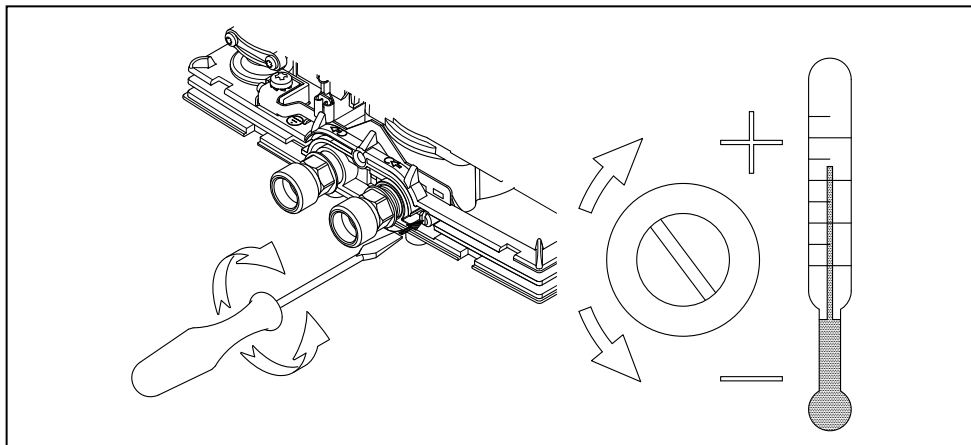
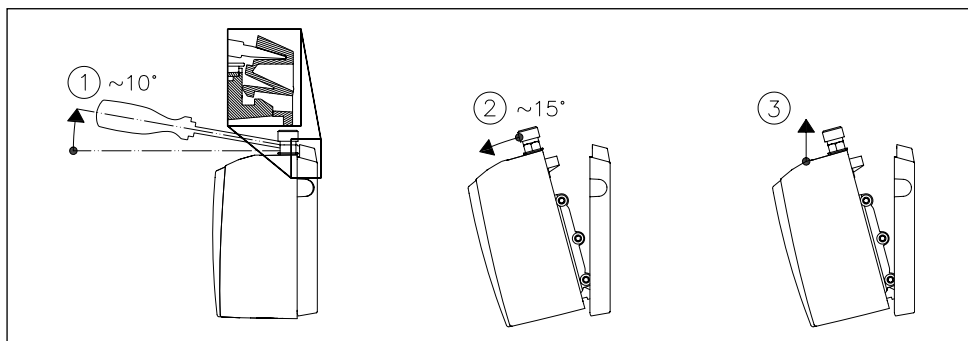

Abb. 10: »Einstellen der Wassermenge und Temperatur«
Abb. 13: »Gerät von Wandhalter trennen«
Die Haube des Gerätes muss gemäß Abb. 13 abgenommen werden. Um bei niedrigen Kaltwassertemperaturen noch eine komfortable Auslauftemperatur bzw. bei hohen Kaltwassertemperaturen eine große Durchflussmenge zu erzielen, kann die Durchflussmenge an der Justierschraube eingestellt werden. Die Drehrichtung ist in Abb. 10 dargestellt.
5. Stecken Sie zum Lösen des Gerätes eine breite Schraubendreherspitze bis zum Anschlag in die Wandhalterverriegelung zwischen den Wasseranschlusstücken und drücken Sie die Verriegelung leicht nach oben. Kippen Sie das Gerät maximal 15° nach vorne und entnehmen Sie es nach oben (siehe Abb. 13).